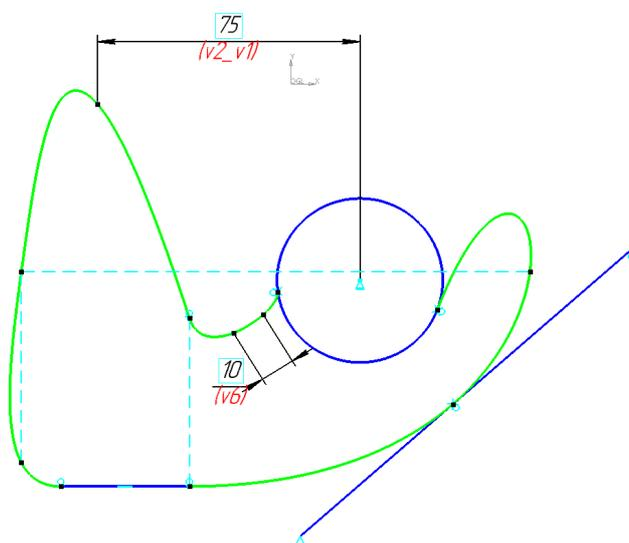

Рисунок 21. Интерполяционный сплайн с заданными ограничениями для его контрольных точек
- Добавлена возможность выбора способа построения NURBS-кривых по заданным точкам — появился специальный маркер, определяющий будет ли сплайн использовать эти точки, как опорные данные при построении (полюсные точки), или будет непосредственно проходить через них (интерполяционные точки). На интерполяционный сплайн можно накладывать все типы ограничений, которые доступны и для обычной NURBS-кривой (рис. 21);